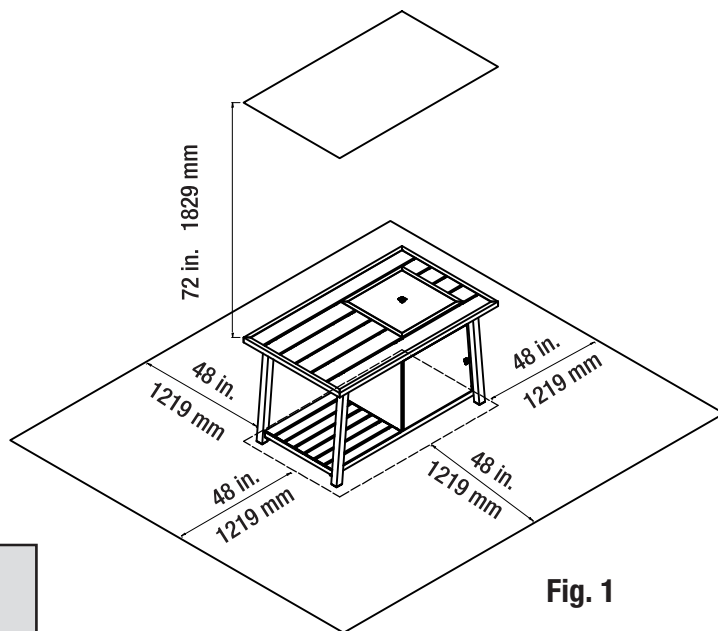

Fig. 1
- Distancia mínima respecto a construcciones combustibles: trasera y lateral 48 pulgadas / 1219 mm, superior 72 pulgadas / 1829 mm (fig. 1).